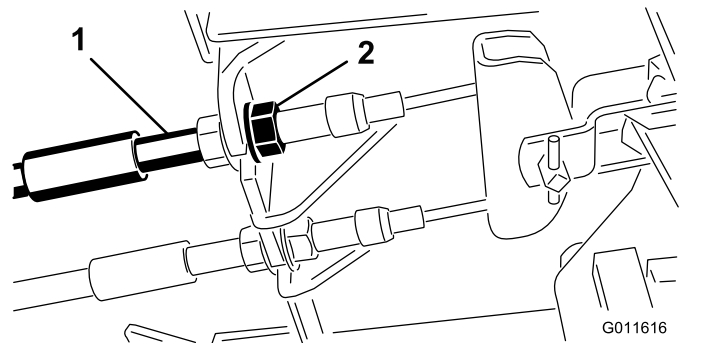

Bild 98
1. Ziehen Sie zum Reduzieren des Spiels der Bremspedale die Bremsen fester – lockern Sie dazu die vordere Mutter am Gewindeende des Bremszugs (**Bild 98**).